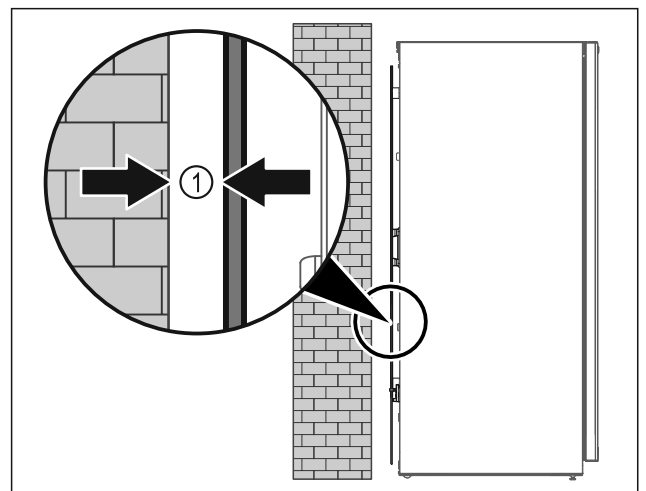

Fig. 65
- Placer l'appareil soit librement dans la pièce, soit directement contre un mur en respectant une distance minimale de 5 mm Fig. 65 (1).